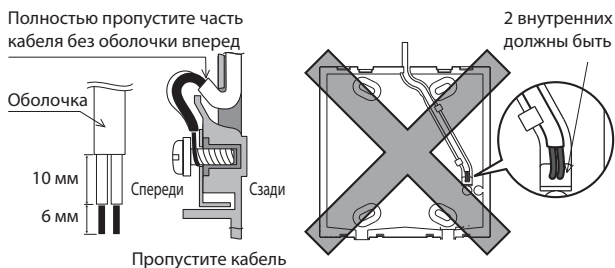

Рис. 4.2.5
4. Подключите кабель пульта управления к клеммной колодке на задней крышке. Подготовьте кабель пульта управления как показано на Рис. 4.2.5 и пропустите кабель позади пульта управления. Полностью пропустите кабель вперед так, что часть кабеля без оболочки не будет видна позади задней крышки. Подключите кабель пульта управления к клеммной колодке на задней крышке.